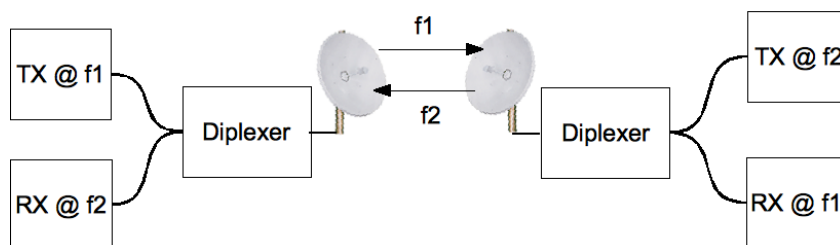

Figura 2. Schema della parte a radiofrequenza del ponte radio.
Lo studio professionale Fantastic Solutions, in cui il Candidato lavora, è specializzato nella progettazione di ponti radio e decide di partecipare alla gara proponendo un sistema tradizionale, il cui schema di principio per la parte a radiofrequenza è illustrato in figura 2.
- a. Individuare i componenti necessari per realizzare lo schema in figura 2, scegliendo una opportuna coppia di frequenze per i due canali del collegamento e studiando possibili soluzioni per la realizzazione dei “diplexer”;
3. Nel caso in cui l’implementazione dello schema in figura 2 preveda l’uso di filtri, fornire il progetto di massima di uno di essi, scegliendo la tecnologia che si ritiene più consona.